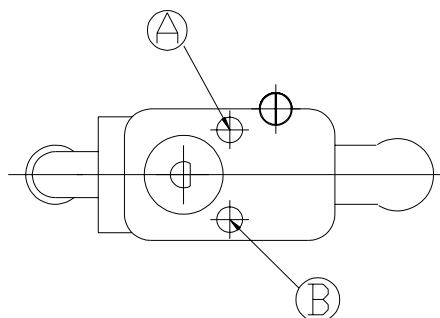

Figure 9: Robinet thermostatique
- b) Lâcher les vis A et B (figure 9). Faire sortir le cône du robinet et nettoyer le robinet